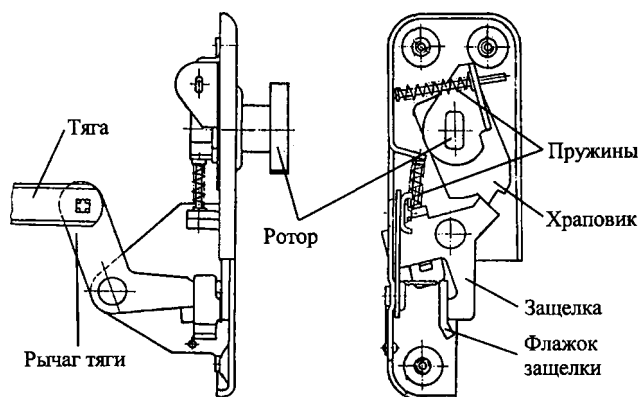

Рис. 248. Замок двери роторного типа
**Устройство запорное двери** (рис. 248) состоит из замка двери, фиксатора замка, внутреннего привода с ручкой и наружной ручки с кнопкой замка ручки. Замок двери роторного типа с предохранителем и с кнопчным приводом крепится к торцу двери тремя винтами. При нажатии на кнопку наружной ручки двери шток кнопки нажимает на флажок защелки, которая, поворачиваясь, выходит из зацепления с храповиком, что приводит к повороту ротора и открытию двери.